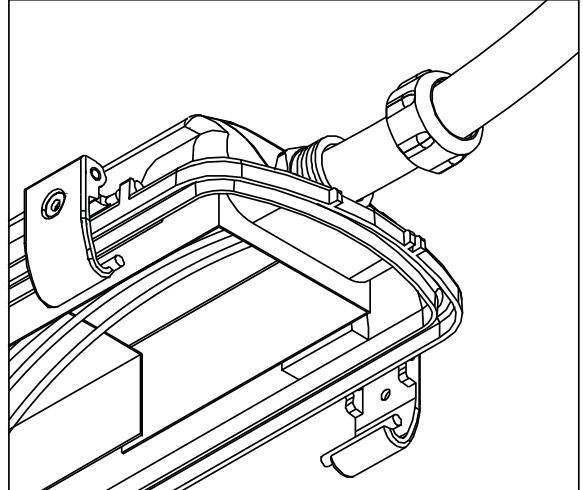

Figure 6
- Insert conduit assembly into fitting installed on end of fixture. Securely tighten locknut onto fitting. **See Fig 6**
- Make wire connections by connecting bare copper or green supply wire to both green fixture wires with wirenut (8). Connect black supply wire to black fixture wire and white supply wire to white fixture wire with wirenut.
13. Insérez l'assemblage du conduit dans la portion du raccord installée sur l'extrémité du montage. Serrez solidement le contre-écrou sur le raccord de montage. Voir la fig 6
13. Inserte el conjunto del conducto dentro de la parte del conector instalada en el extremo del montaje. Apriete firmemente la tuerca de seguridad en el conector del montaje. Vea Fig. 6